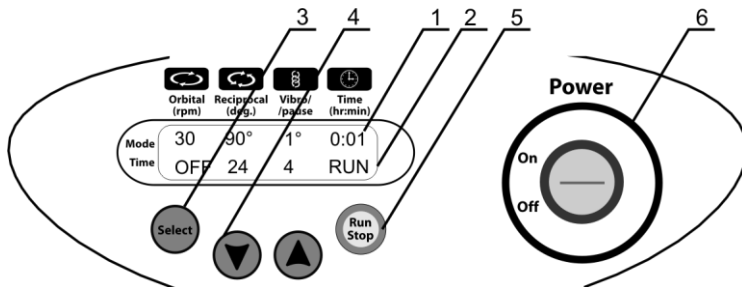

Fig.2. Panneau frontal
- 4.1. Connectez l'alimentation externe au circuit électrique, puis appuyez sur l'interrupteur d'alimentation (Fig.2/6).
- 4.4. Appuyez sur la touche Run Stop (Fig.2/5) pour démarrer le programme. La plate-forme se met en mouvement; l'indication correspondante "RUN" (Fig.2/2) et la durée s'affichent sur l'écran.
- 4.5. Si la durée d'utilisation n'est pas programmée et que l'indicateur du minuteur (Fig. 2/1) affiche "OFF", appuyez sur la touche Run Stop pour que l'appareil continue de fonctionner jusqu'à ce que la touche Run Stop soit de nouveau pressée.
- 5.1. Appuyez sur la touche Select (Fig.2/3) pour choisir le paramètre à changer (chaque fois que la touche Select est pressée le paramètre suivant s'active). Le paramètre actif clignote. Utilisez les touches et (Fig.2/4) pour programmer la valeur nécessaire (remarque: pressez la touche pendant plus de 2 s pour accroître la vitesse de modification des valeurs).